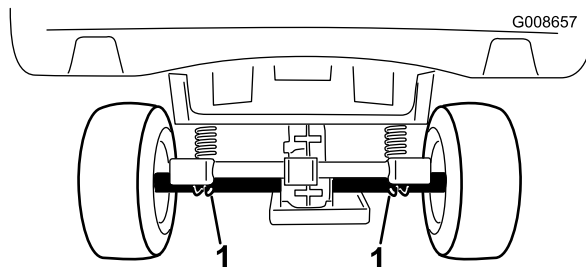

図 26
- 車体後部のジャッキアップポイントはアクスルチューブの下側です(図26)。